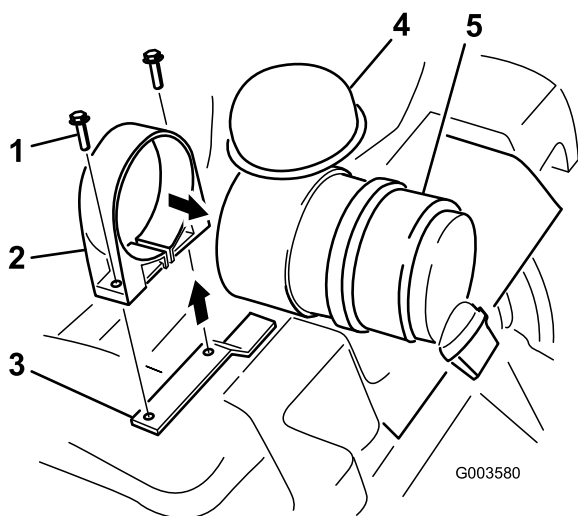

Figura 3
6. Desfăurai cureaua filtrului de aer i tragei-o peste capătul recipientului de unde a fost scos filtrul (Figura 3).